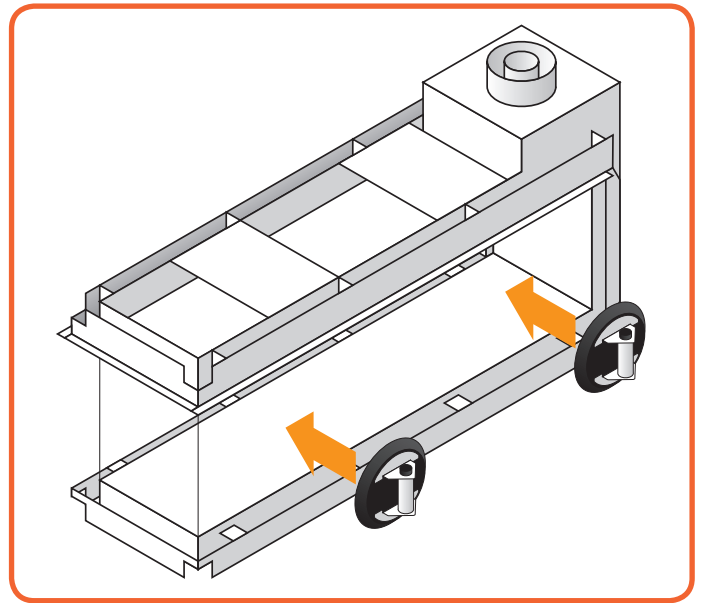

Figure 10.12 - Mettez la ventouse
- Placez la ventouse sur la vitre et assurez-vous d'avoir fait le vide correctement, sinon vous ne pourrez pas retirer la vitre. (Voir **Figure 10.12**)